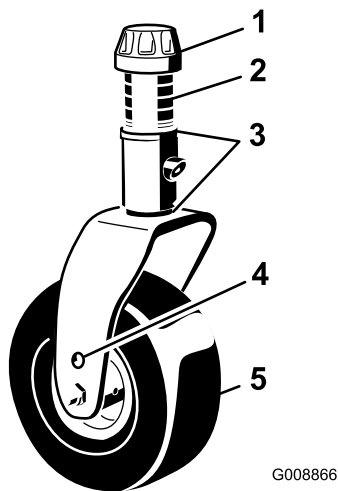

Bild 140
1. Entfernen Sie die Spannkappe von der Laufradspindelwelle und ziehen die Laufradspindelwelle aus dem Laufradarm heraus (Bild 140).
Entfernen Sie die Spannkappe und die Laufradgabel (Bild 140).